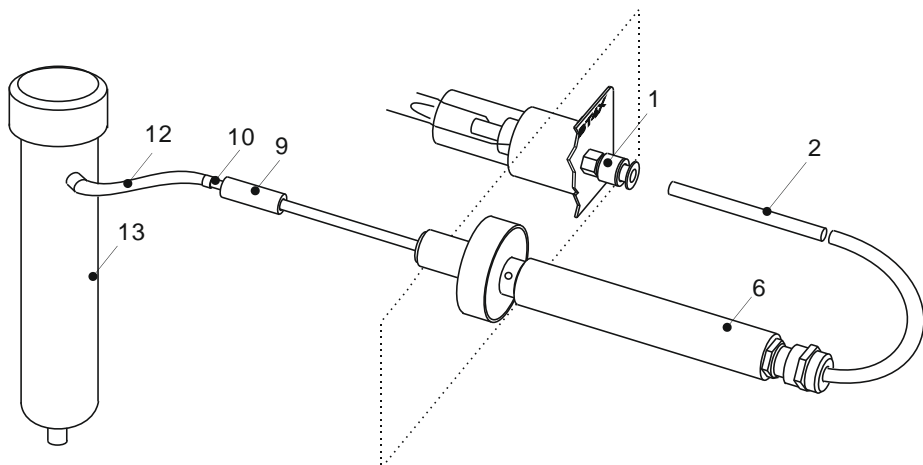

Рис. 6
1) Проверьте показания ЭХД с присоединенным фильтром-поглотителем (см. рис. 6); показания не должны превышать 0,1 мг/м³; если показания отличаются от указанных, проведите корректировку (установку) нуля, вращая резистор установки нуля $\blacktriangleright 0 \blacktriangleleft$ ЭХД – детектор 1 (см. рис. 3а).